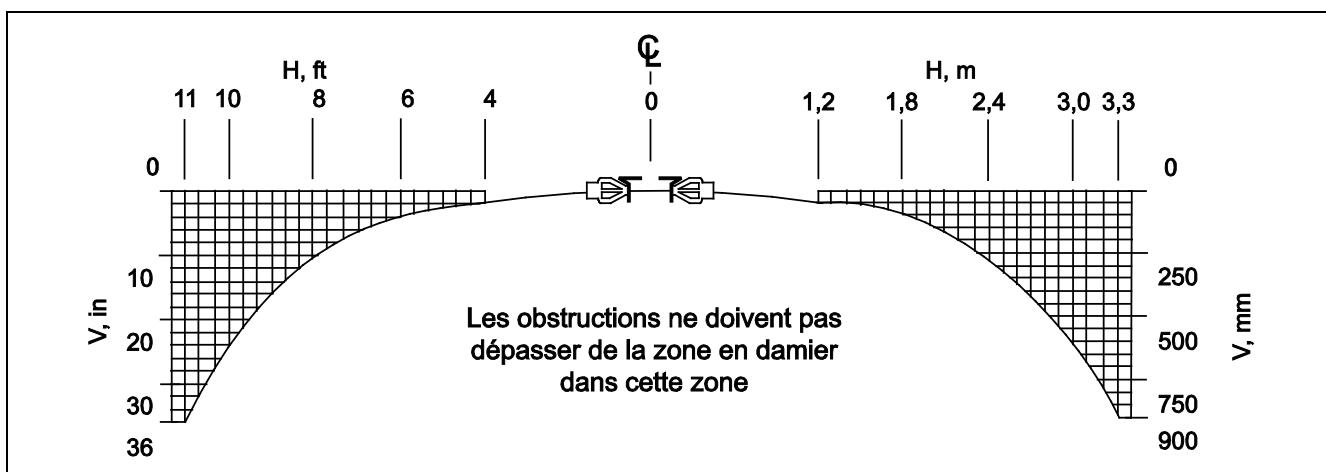

Fig. 15. Zone d'obstruction au profil de distribution face aux sprinkleurs hors stockage muraux (à l'exception des sprinkleurs à couverture étendue).
Outre les recommandations des sections 2.1.3.3.1 à 2.1.3.3.4, installer les sprinkleurs hors stockage muraux conformément aux Figures 15 et 16, ainsi qu'aux Tableaux 10 et 11, afin d'éviter toute obstruction formée par un objet situé en toiture ou à proximité.
Tout objet situé en toiture ou à proximité qui se trouve entièrement à l'intérieur du motif en damier, indiqué sur les Figures 15 ou 16, n'est pas considéré comme une obstruction au profil de distribution du sprinkleur.
Un objet situé en toiture ou à proximité qui s'étend vers le bas dans la zone située sous le motif en damier, indiqué sur les Figures 15 ou 16, est considéré comme une obstruction au profil de distribution du sprinkleur, sauf dans les cas suivants :
- (a) Déplacer le sprinkleur qui est obstrué ou l'objet en toiture afin qu'il respecte les distances horizontales et verticales indiquées dans les Figures 15 ou 16, tout en respectant les recommandations d'installation des sections 2.1.3.3.1 à 2.1.3.3.4.